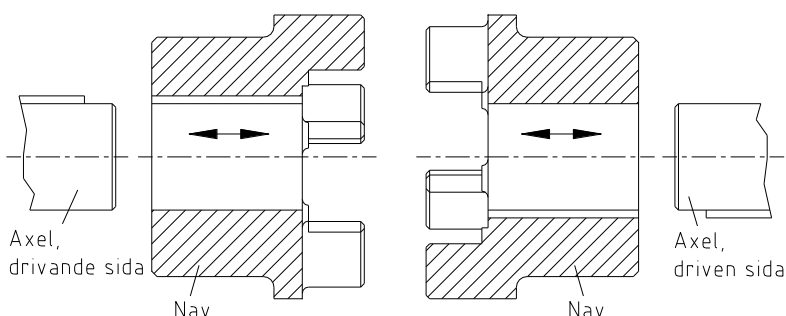

Bild 10: Montering av navet
- Montera naven på driv- och kraftuttagssidans axel (se bild 10).